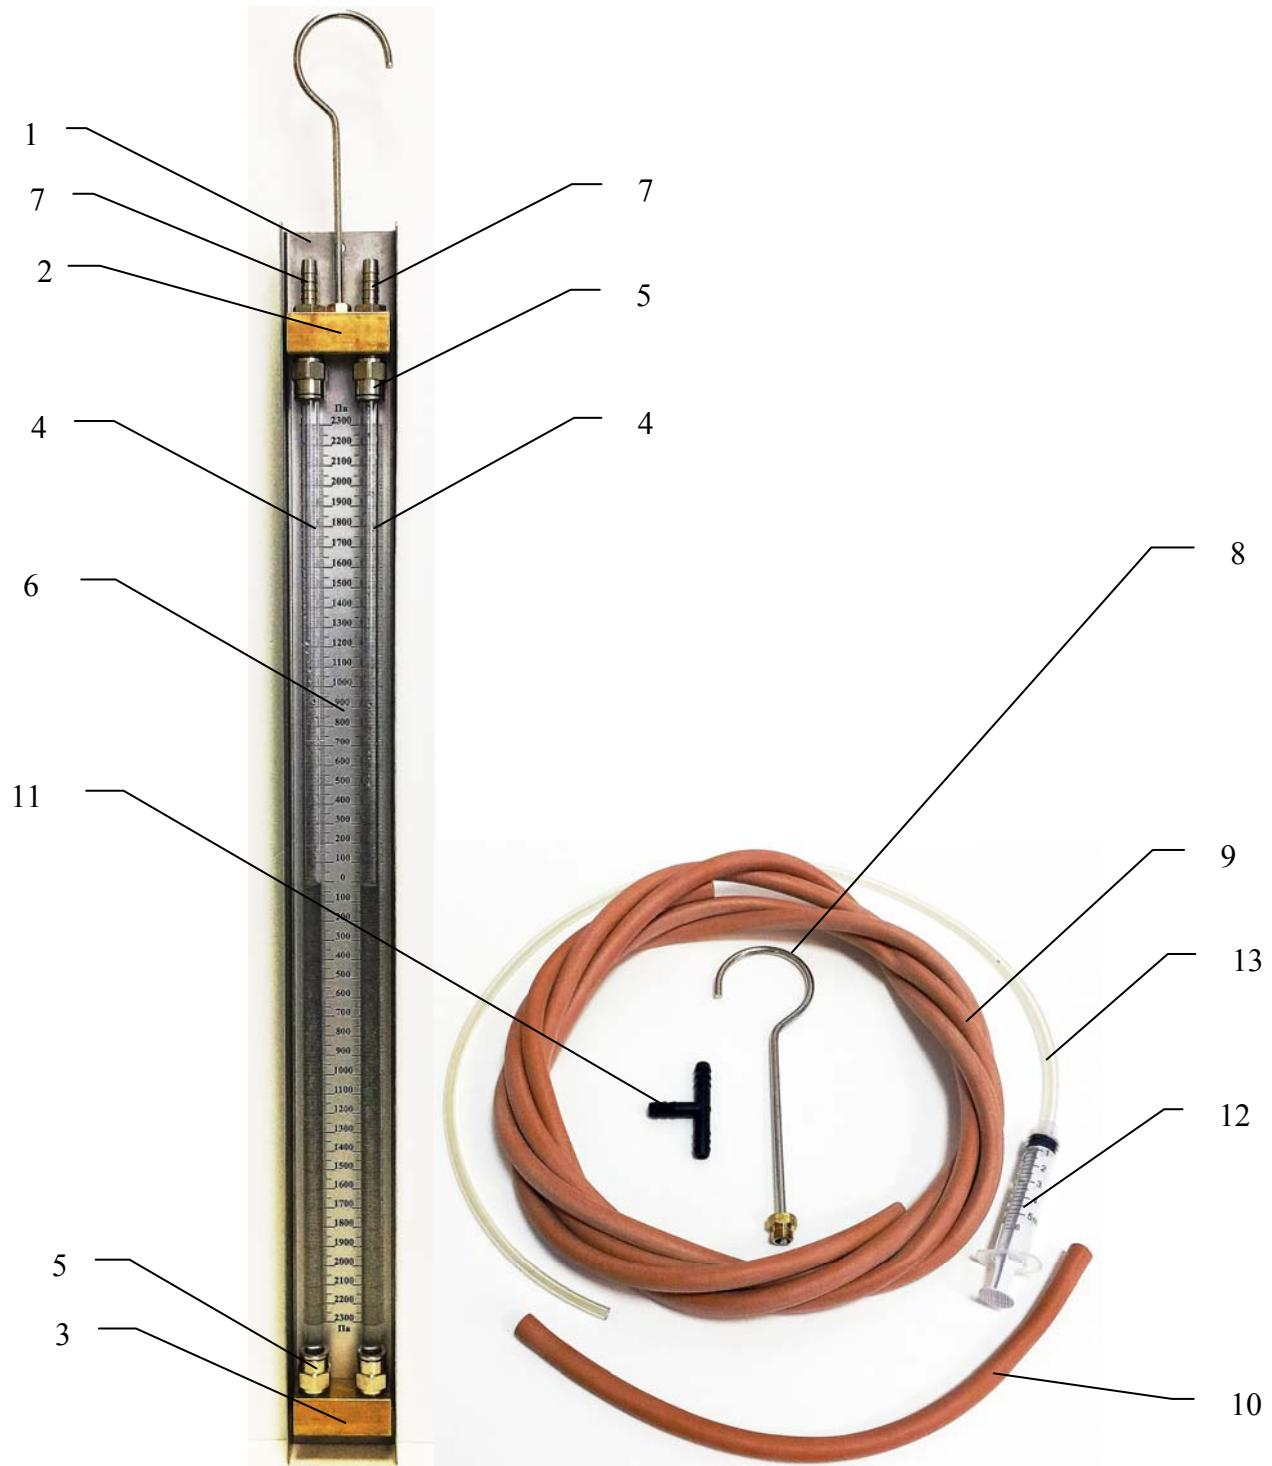

Рис.3 (конструкция Пьезометра)
5.1 Заправить смотровые трубы (рис.3, поз.4) **чистой водопроводной водой, в т.ч. дистиллированной**, с помощью заправочного шприца (рис.3, поз.12). Во избежание повреждения смотровых трубок не используйте в качестве рабочей спиртосодержащие жидкости и растворители на основе ацетона. Заправочный объём 25 мл. Необходимо залить порядка 4 полных объёмов шприца и ещё несколько капель таким образом, чтобы **уровень рабочей жидкости был одинаковым в обеих смотровых трубках и находился строго на нулевой отметке** (рис.4). Слегка встряхнуть корпус несколько раз и/или постучать по нему пальцами, чтобы удалить воздушные пробки из смотровых трубок и нижнего коллектора. После этого при необходимости удалить излишек жидкости с помощью заправочного шприца и одеть на него заправочной трубы (рис.3, поз.13)
5.2 Во избежании погрешности измерений необходимо **спозиционировать корпус пьезометра (рис.3, поз.1) строго вертикально**. Для подвеса на откалиброванную с помощью гидроуровня (в комплект не входит) стену предназначены крепёжные отверстия в корпусе пьезометра. Для свободного вывешивания пьезометра, например на подкатной стойке, предназначен съёмный крюк (рис.3, поз.8), который необходимо вручную закрутить в резьбовое отверстие в верхнем коллекторе (рис.3, поз.2) и подтянуть рожковым ключом 11 мм (в комплект не входит) с небольшим усилием
5.3 На любой из штуцеров (рис.3, поз.7) натяните один конец соединительной трубы (рис.3, поз.9). Другой конец необходимо скоммутировать с измеряемым трубопроводом, применяя при необходимости штуцер Т-образный (рис.3, поз.11) или дополнительные адаптеры, в т.ч. SMC-119 (в комплект не входят)
5.4 Шкала пьезометра (рис.3, поз.6) размечена в Паскалях. При необходимости воспользуйтесь онлайн-конвертером давления для перевода полученного значения в удобные для диагностики единицы измерения, например в мм водного столба:
6.1 Для сохранения уровня рабочей жидкости в пьезометре постоянным, после работы с прибором соединительный шланг необходимо снять со штуцера и заглушить их оба с помощью трубки-заглушки (рис.3, поз.10), тем самым сведя испарение заправленной рабочей жидкости практически к нулю (рис.6). Перед началом работы проверяйте соответствие уровней рабочей жидкости в обеих смотровых трубках нулевой отметке и при необходимости добавляйте её в нужном количестве (см.п.5.1)